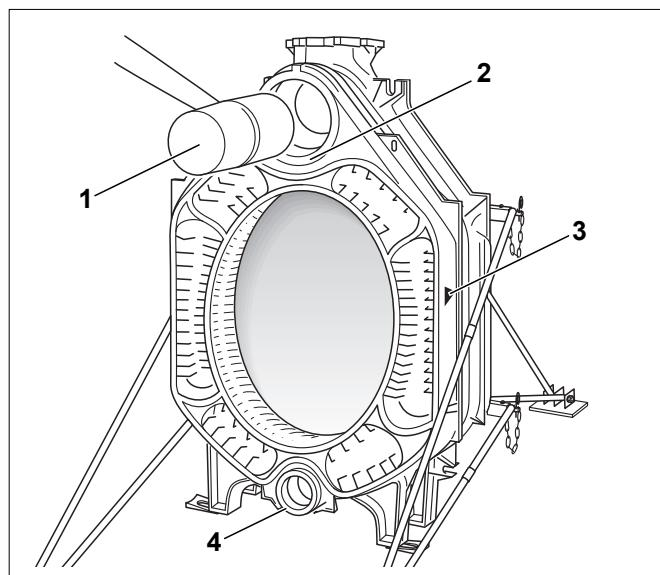

Рис. 18 Установка средней секции
- Наденьте верхнюю и нижнюю ступицы (рис. 18, [2] и [4]) средней секции с верхним подключением подающей линии на ниппели задней секции, при этом стрелка, указывающая направление монтажа (рис. 18, [3]) должна быть обращена назад.
- Деревянным или резиновым молотком (рис. 18, [1]) забейте первую среднюю секцию на ниппели задней секции.